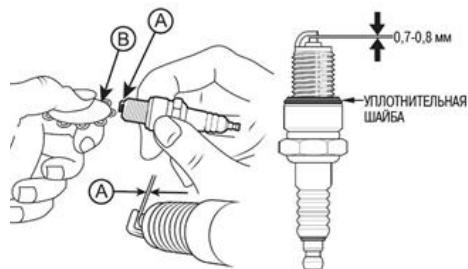

Рис. 17 Обслуживание свечи зажигания
- Измерьте зазор А между электродами свечи зажигания специальным щупом В (Рис. 17). Зазор должен быть 0,7-0,8 мм. При увеличении или уменьшении требуемого зазора, рекомендуется заменить свечу, так как регулировка зазора может привести к изменению качества искрообразования.